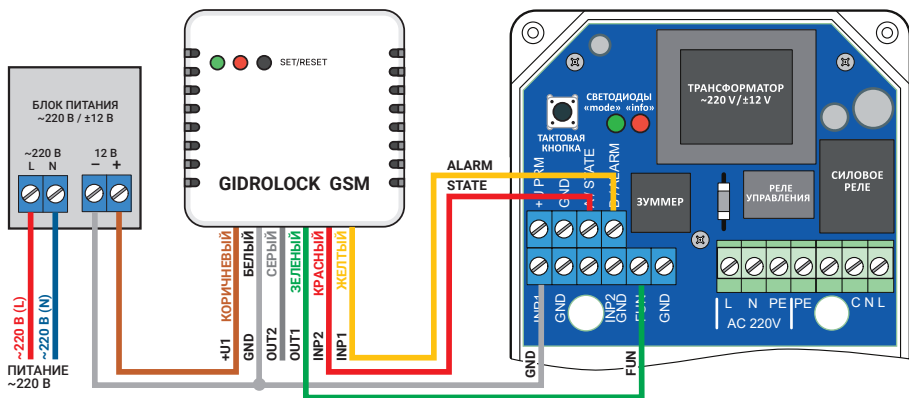

Рис. 5. Схема подключения GSM-модема GIDROLOCK с внешним блоком питания (пример подключения).
**5.7** К блоку управления можно подключить **GSM-модем GIDROLOCK**. Схема подключения приведена на рис.5. Для питания **GSM-модема GIDROLOCK** потребуется внешний отдельный блок питания 220В/9...15В (1,0А). Клеммы **ALARM** – **INP1** используется для SMS оповещения об аварийной ситуации (протечка воды). Клеммы **STATE** – **INP2** используется для SMS оповещения о состоянии шаровых электроприводов. Клеммы **FUN** – **OUT1** используется для управления состоянием шаровых электроприводов путем пересылки SMS-сообщения на **GSM-модем GIDROLOCK** с телефона пользователя.